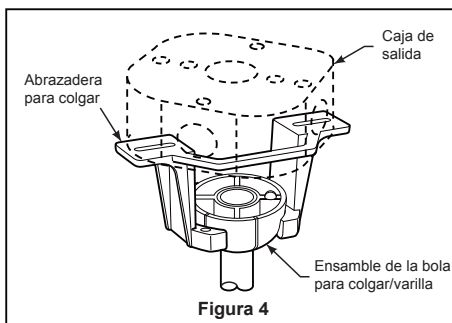

Figura 4
4. Coloque el soporte de la varilla y alinee los orificios de la clavija de horquilla en ambas piezas. Instale la clavija de horquilla y asegúrela con la pinza de horquilla. Fije los dos tornillos de presión y las tuercas de seguridad en el soporte de la varilla interior. (Figura 4)